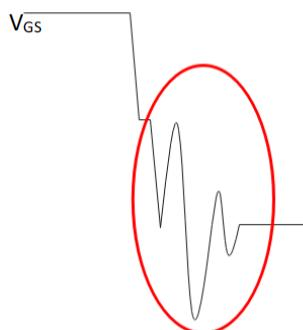

图8-4 棚极振铃现象
- 1) 栅极信号振铃，导致 MOS 损坏（如图 8-4 所示）；